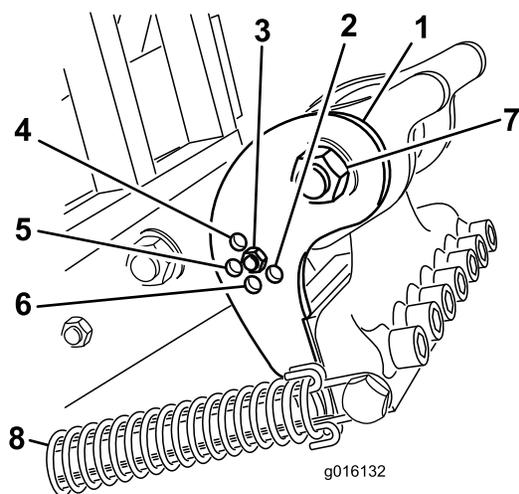

Figura 34
Impostate la staffa di inclinazione (Figura 34) nella posizione corretta, in funzione della lunghezza delle fustelle da utilizzare. Il punto di arresto della testa si imposta su una delle cinque posizioni predefinite, scegliendo il foro attraverso il quale viene imbullonata l'asta di regolazione. Questi fori consentono risultati predefiniti; ad esempio, utilizzando fustelle da 25 cm nella posizione da 30 cm si ottiene una finitura più leggera; dipende dall'applicazione.
3. Allentate la tensione della molla sulla testa delle fustelle (Figura 34).
4. Rimuovete il dado e il bullone presenti nei fori di regolazione della staffa di inclinazione (Figura 34).